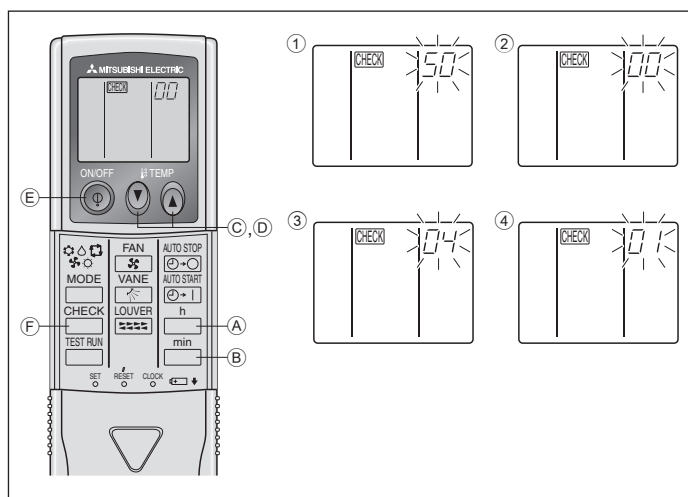

Fig. 6-9
- Appuyer sur la touche MODE (E), les numéros de programmation et de mode (I) et (II) changeront et seront continuellement affichés, et les détails de la programmation pourront être confirmés.
- Appuyer simultanément sur les touches FILTER (A) et TEST RUN (B) pendant au moins 2 secondes. L'écran de sélection des fonctions apparaît momentanément, et l'affichage d'arrêt du climatiseur apparaît.
2) Pour la télécommande sans fil (Fig. 6-9)